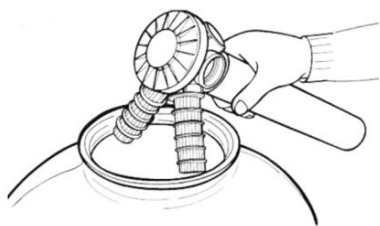

Рис. 2
1. Вставьте трубу с коллектором в резервуар (Рис. 2) и прикрутите мини-фильтры от песка к коллектору.